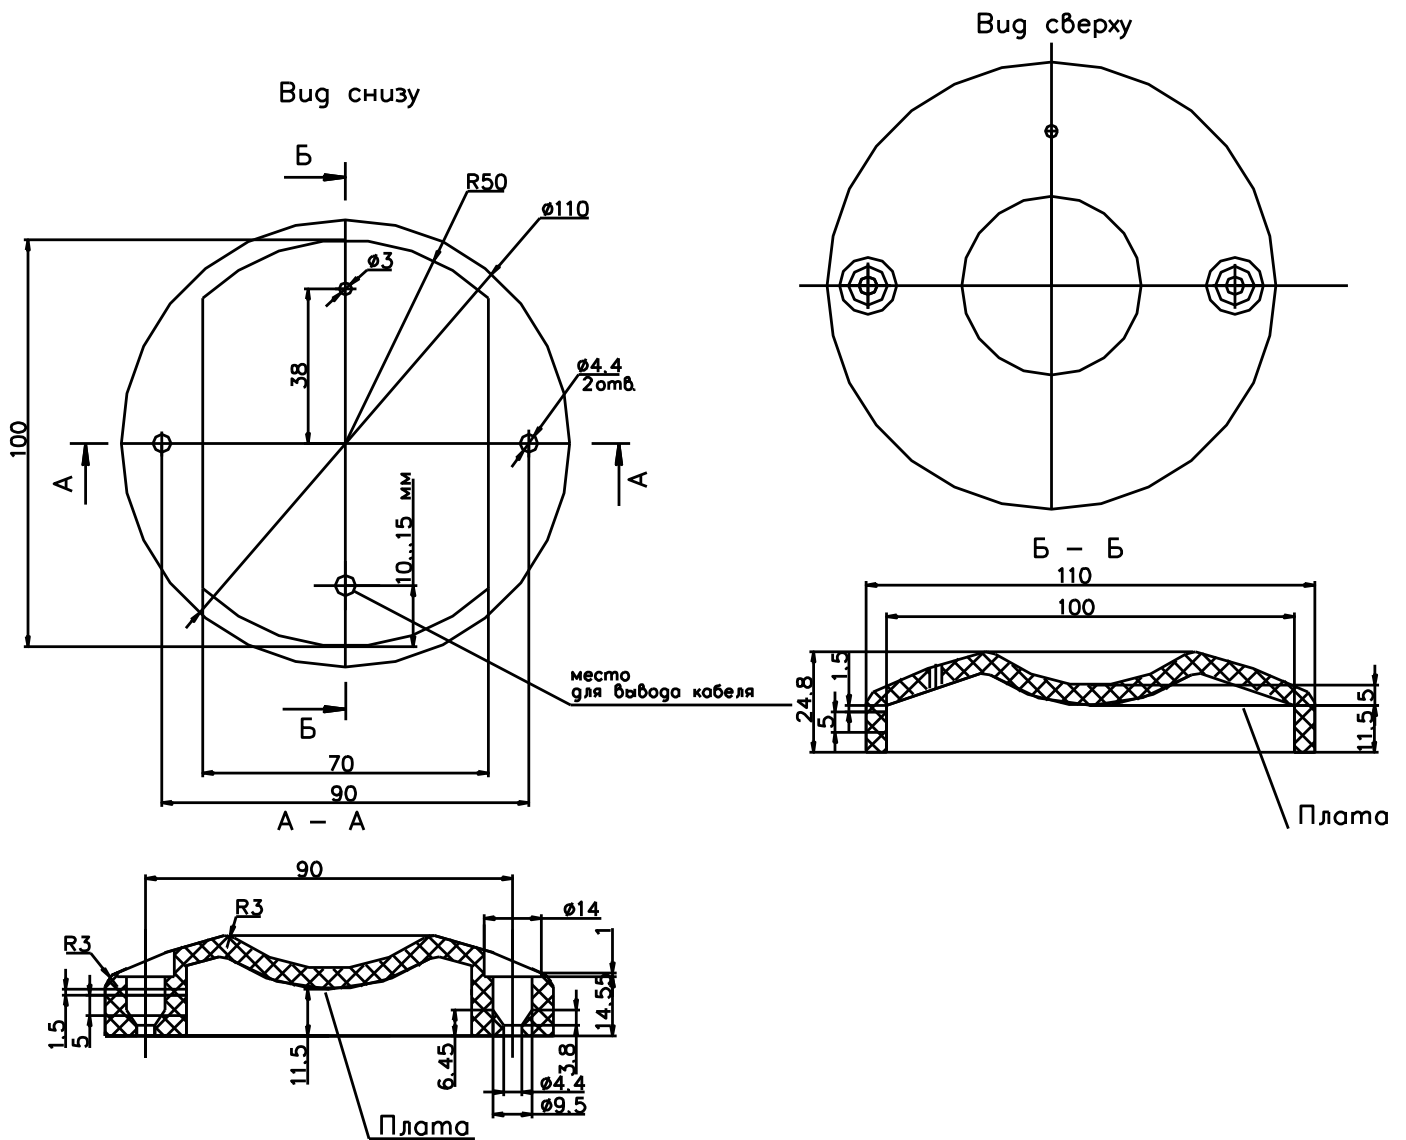

Рис. 3 Габаритные и установочные размеры
5.2 Внешний вид и габаритные размеры УСК показаны соответственно на Рис. 1, Рис. 3.